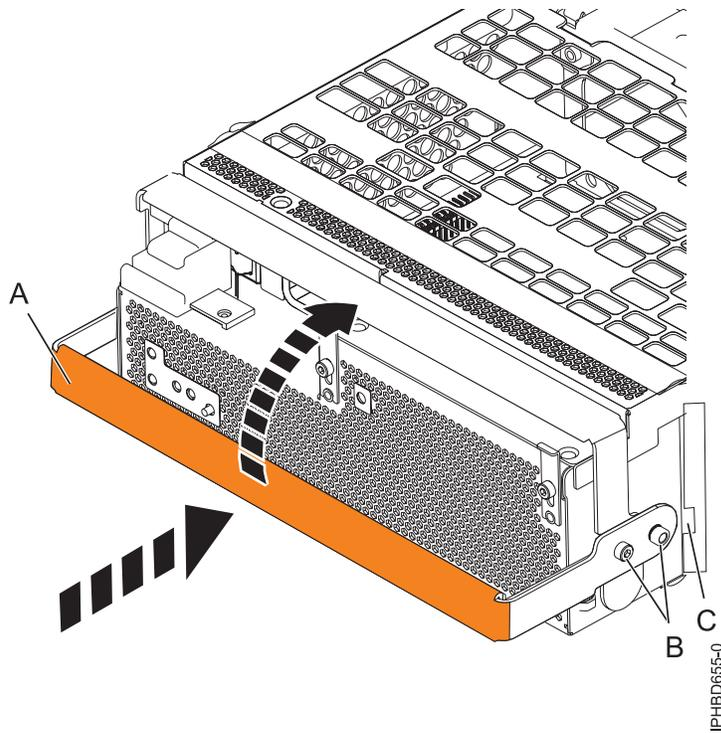

Figure 63. Remplacement d'une alimentation électrique
6. Pour remplacer l'alimentation électrique, avec la poignée de verrouillage (A) en position ouverte, insérez l'alimentation électrique dans l'unité d'extension comme indiqué à la figure 63, à la page 80.